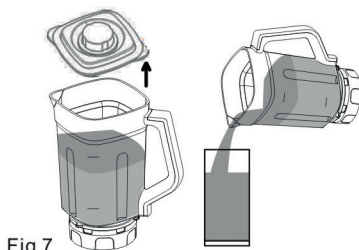

Fig 7
- Løft av lokket og server rett fra blenderkannen (4). Fig. 7.